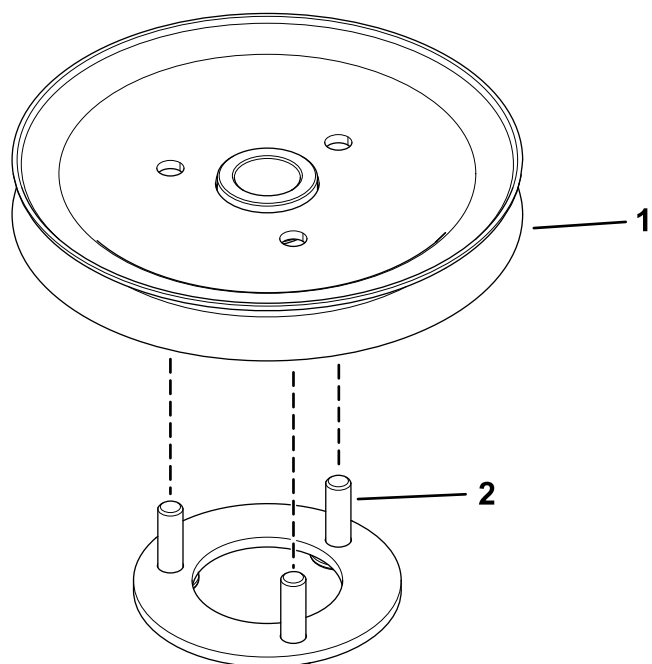

Figure 8
2. Insérez les goujons du support de plateau de la poulie dans les trous de la roue à gorge (Figure 8).